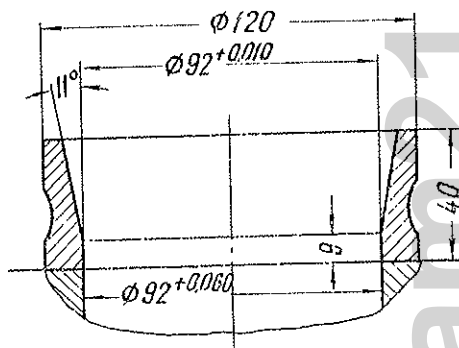
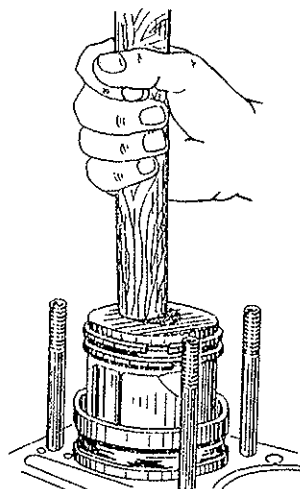

Bild 80 Kegerring zum Einsetzen des Kolbens in Zylinder zusammen mit Kolbenringen
Bild 81 Einsetzen der Kolben in Zylinder zusammen mit Kolbenringen
c) Lagerschalen, Kolben, Kurbelzapfen der Welle und Laufbüchse des 1. Zylinders mit reinem Motorenöl einölen, die Stoßstellen der Kolbenringe um 120° gegeneinander versetzen, auf die Pleuelschrauben die Messingschutzköpfe stecken, Kolbenringe mit einer Vorrichtung zusammendrücken oder den Kolben mit Benutzung eines Kegeletrings (Bild 80) im Zylinder einsetzen, wie Bild 81 zeigt.